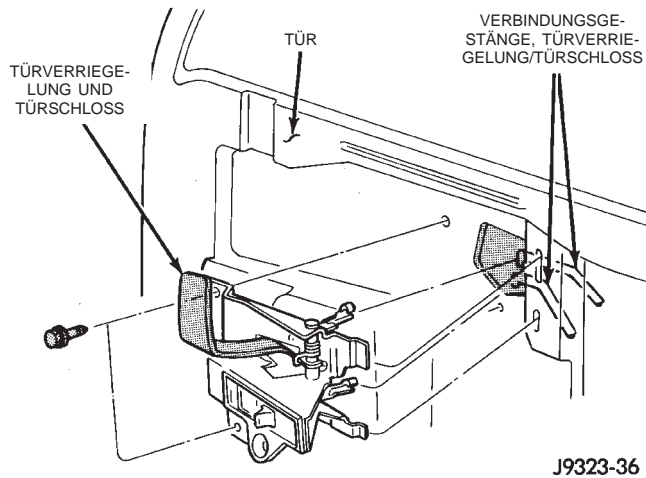

Abb. 33 Türinnengriff der Hintertür
- (1) Türverkleidung abbauen und Wasserschutzfolie abziehen.
- (2) Befestigungsschrauben des Verbindungsgestänges des Türinnengriffs lösen (Abb. 33).